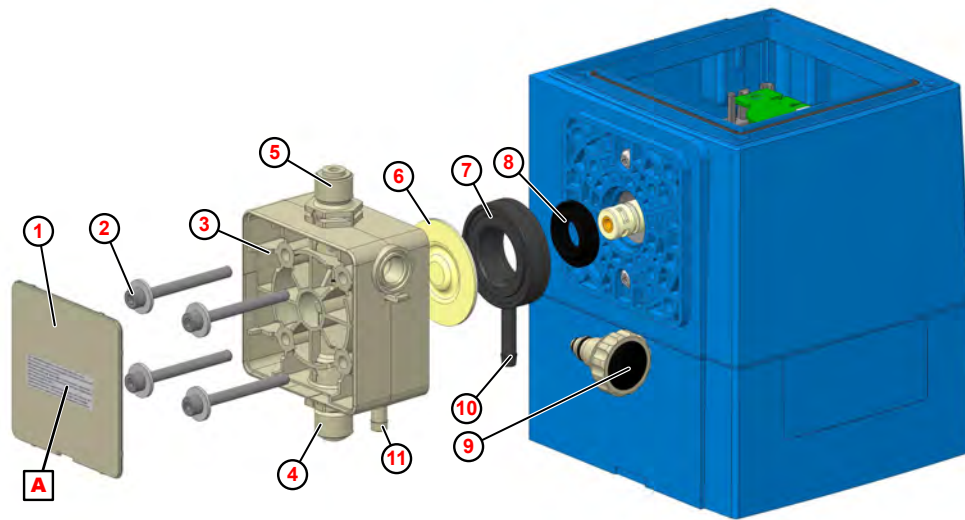

Fig. 23: Sostituzione di testa pompa, membrana e membrana protettiva
1. ➤ Svitare la valvola di aspirazione e di mandata ( Fig. 23 , ④ e ⑤ ).
2. ➤ Rimuovere la vite di spurgo ⑨ (solo in caso di sostituzione della testa pompa).
3. ➤ Rimuovere la piastra di copertura ① sulla testa dosatore.
4. ➤ Allentare e togliere le viti della pompa testa ② .
5. ➤ Togliere la testa pompa ③ .
6. ➤ Svitare la membrana ⑥ .
7. ➤ Togliere la piastra intermedia ⑦ .
8. ➤ Estrarre la membrana protettiva ⑧ fuori dallo spintore.
10. ➤ Inserire la piastra intermedia in modo tale che l'elemento di uscita membrana ⑩ sia rivolto verso il basso.